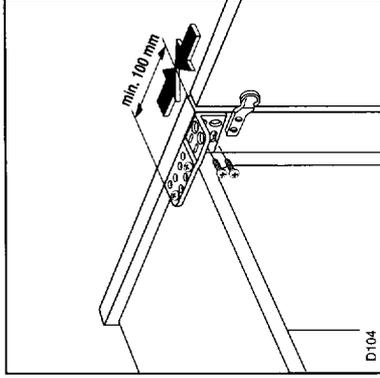

Abb. 3
Seitenpaneel laut Abb. 3 am oberen bzw. unteren Scharnier befestigen. Tür, Stifte (A) und Distanzhalter (B) (Abb. 2) wieder einsetzen.